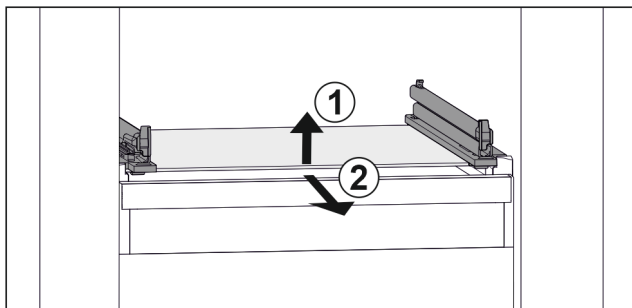

Fig. 41 Příklad znázornění skleněné desky
- Nadzvedněte skleněnou desku vpředu. Fig. 41 (1)
- Vyjměte skleněnou desku dopředu. Fig. 41 (2)